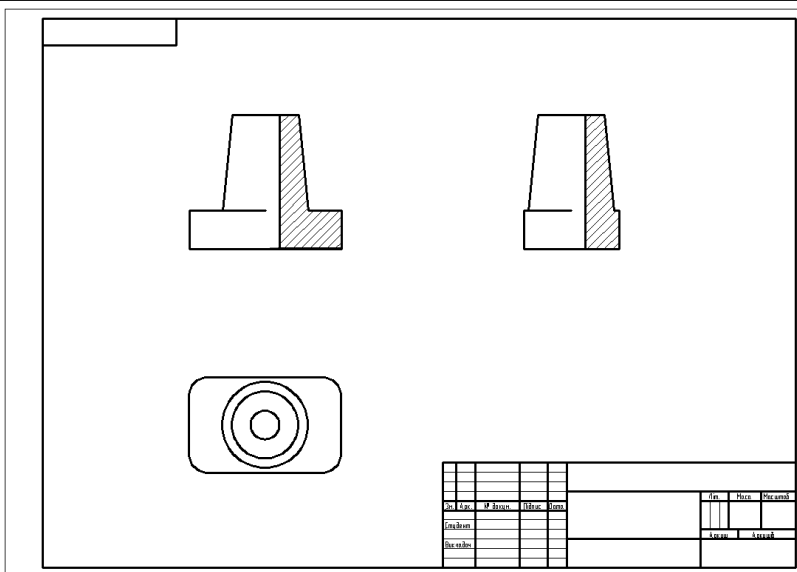

Рис. 11.43
28. Зберігаємо файл з кресленням, показаним на рис. 11.43.